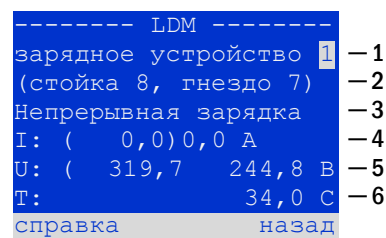

Рис. 40. Состояние зарядного устройства
Нажмите кнопку INFO, чтобы проверить состояние зарядного устройства. После этого на экране будут отображены следующие параметры блока LDM (см. рис. 40): номер блока LDM (1), номер стойки и гнезда (2), непрерывная и ускоренная зарядка либо возможные неисправности (3), ток (4), напряжение (5) и температура (6). Для отображения информации по разным зарядным устройствам, встроенным в систему, используйте клавиши со стрелками < и >. Возможные сообщения об ошибках (как показанные на рис. 40, номер 3) перечислены в следующей таблице: